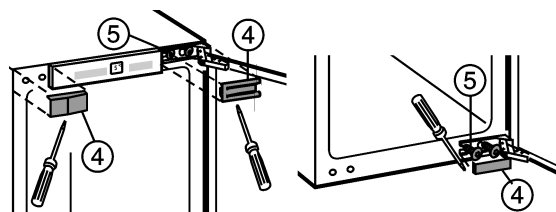

Fig. 9
- Retirer les caches Fig. 9 (4)
- Desserrer seulement les vis de fixation Fig. 9 (5).
- Déplacer les vis de fixation Fig. 9 (5) du haut et du bas de l'autre côté.
- Accrocher la porte de l'appareil aux vis de fixation Fig. 9 (5) montées au préalable.
- Visser les vis de fixation Fig. 9 (5) avec un couple de serrage de **3 lb-ft (4 Nm)**.
- Remonter les caches Fig. 9 (4).